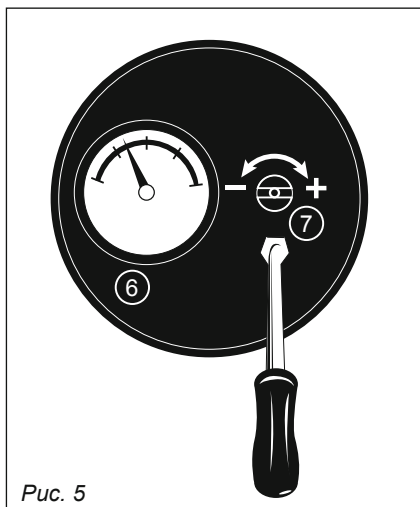

Рис. 5
- Раз в сезон проверяйте ротор (рис. 5) и лопасти компрессора.
Для повышения выходного давления заворачивайте регулировочный винт с помощью плоской отвертки, для уменьшения давления выворачивайте (рис. 5).